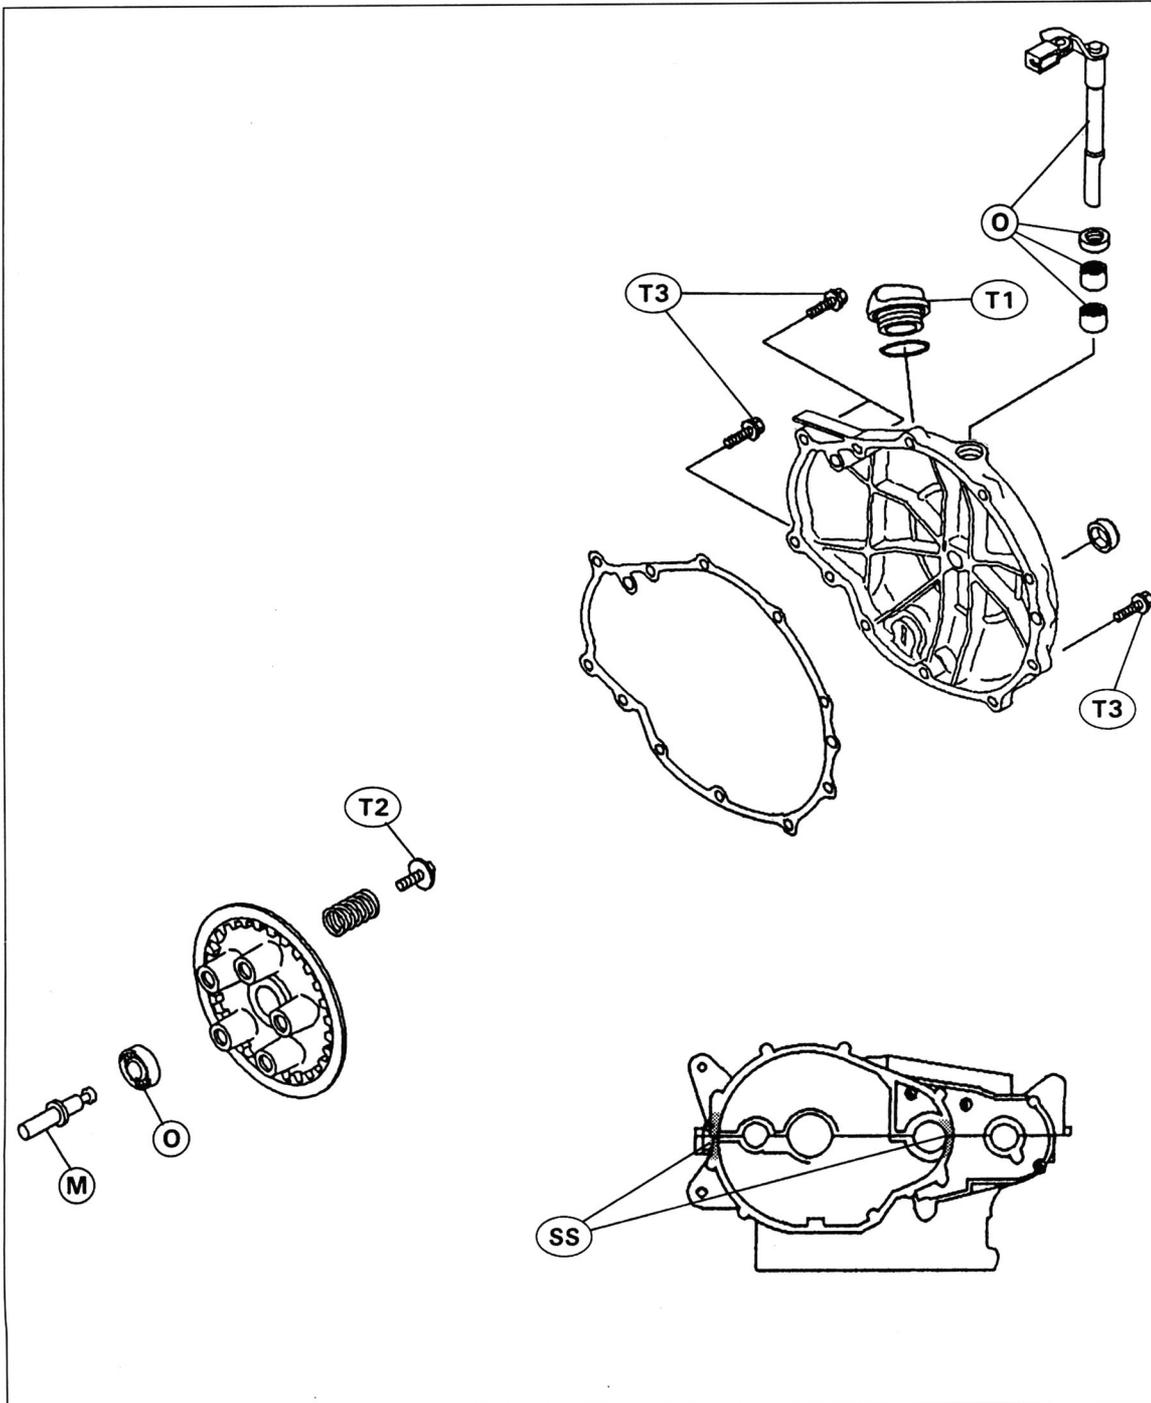

Bild 164
- Druckpilz leicht gefettet einsetzen. Es folgt Drucklager (Bild 164).